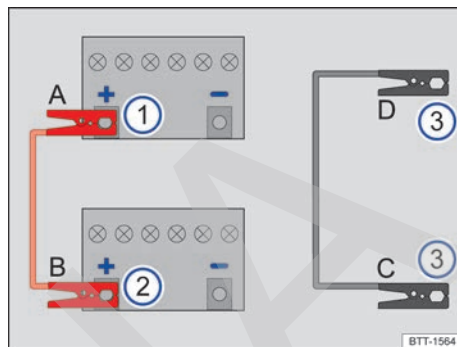

Fig. 149 Esquema para la conexión de los cables de arranque.
Legenda de la fig. 149:
Los cables de arranque solo se deberán conectar siguiendo el orden A – B – C – D → fig. 149. ▶
- Conecte un extremo del cable de arranque *rojo* al polo positivo (+) del vehículo con la batería de 12 voltios descargada → fig. 149 ① → ⚠.
- Conecte el otro extremo del cable de arranque *rojo* al polo positivo (+) del vehículo que suministra la corriente → fig. 149 ②.
- Conecte el otro extremo del cable de arranque *negro* → fig. 149 ③ preferentemente a la toma para la ayuda de arranque (terminal de masa) del vehículo con la batería de 12 voltios descargada; de lo contrario, al bloque motor o a una pieza de metal maciza atornillada fijamente al bloque motor de este vehículo → ⚠.
- Desconecte los cables de arranque únicamente en el orden **D - C - B - A** → fig. 149 con los motores en marcha.